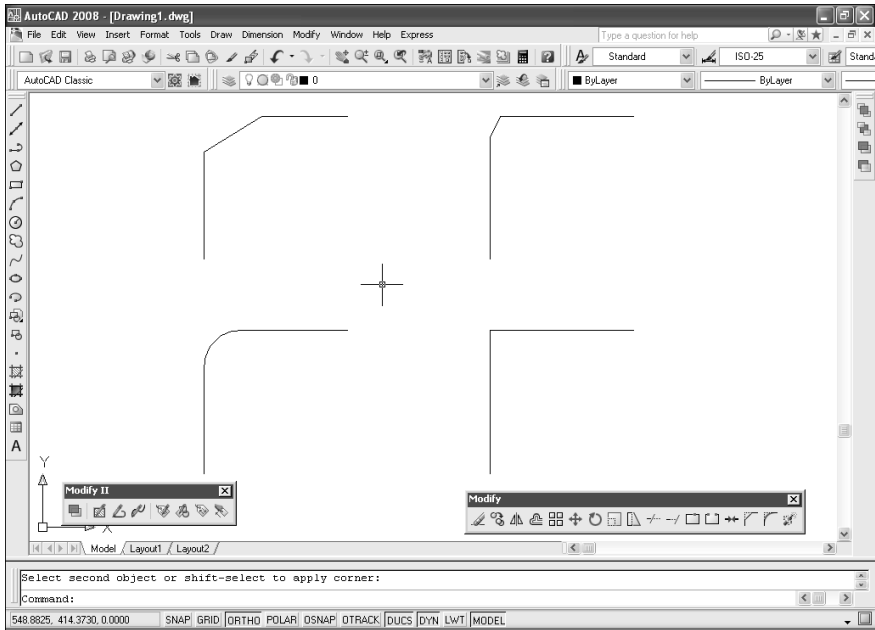

Рис. 5.6. На левом нижнем Г-образном объекте выполнено сопряжение с радиусом 50 единиц
6. Выберите второй объект. Как только вы выберете второй объект, AutoCAD выполнит сопряжение обоих объектов с заданным радиусом (рис. 5.6).